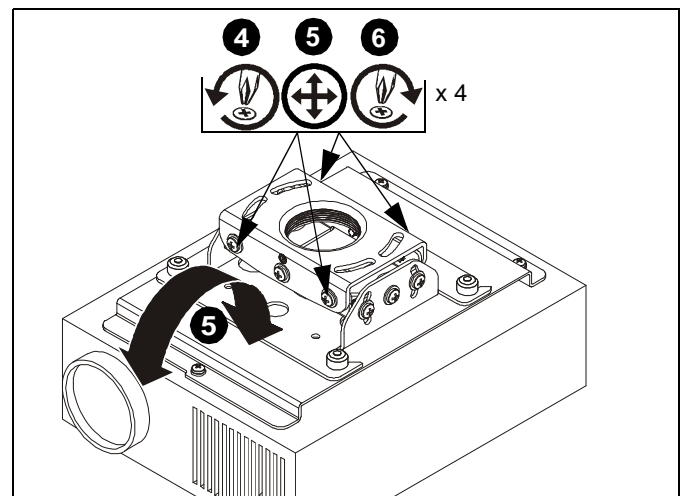

Figure 10
- Régalez le projecteur pour obtenir la position souhaitée. (Voir la Figure 10)